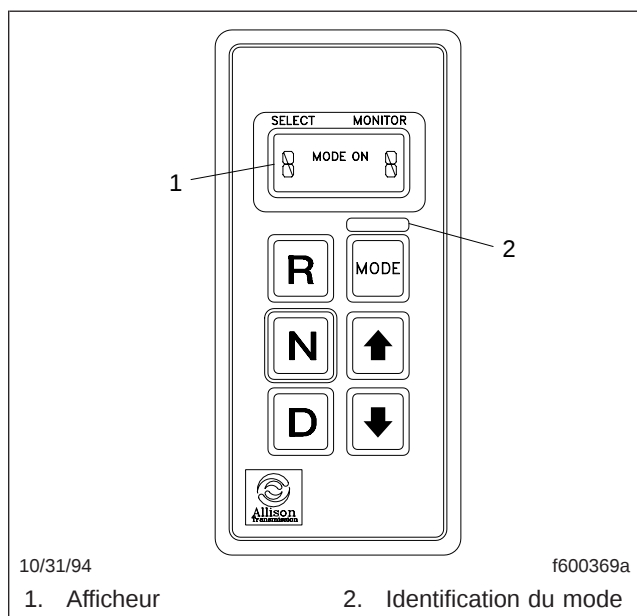

Fig. 14.7, Sélecteur de vitesse à bouton-poussoir d'Allison
Les boîtes de vitesses automatiques de série HD possèdent six rapports de marche avant et un (1) rapport de marche arrière. Ces boîtes de vitesses possèdent des commandes de vitesses électroniques pouvant être programmées pour permettre l'utilisation de différents nombres de vitesses nominales sur route. Par exemple, la boîte de vitesses peut être programmée pour fonctionner comme unité 4, 5 ou 6 vitesses au mode de changement de rapport primaire. Au besoin, un mode de changement de rapports « secondaire » peut être programmé de manière à offrir une autre configuration de changement de rapports afin d'optimiser l'utilisation du véhicule sous des conditions de fonctionnement différentes. Pour activer un mode de changement de rapports secondaire, ou toute autre fonction spéciale programmée dans le bloc de commande électronique (ECU), appuyez sur le bouton Mode. Voir la figure 14.7. « Mode On » apparaît sur l'afficheur situé immédiatement au-dessus des boutons-poussoirs. Une étiquette apposée immédiatement au-dessus du bouton Mode identifie la fonction spéciale.